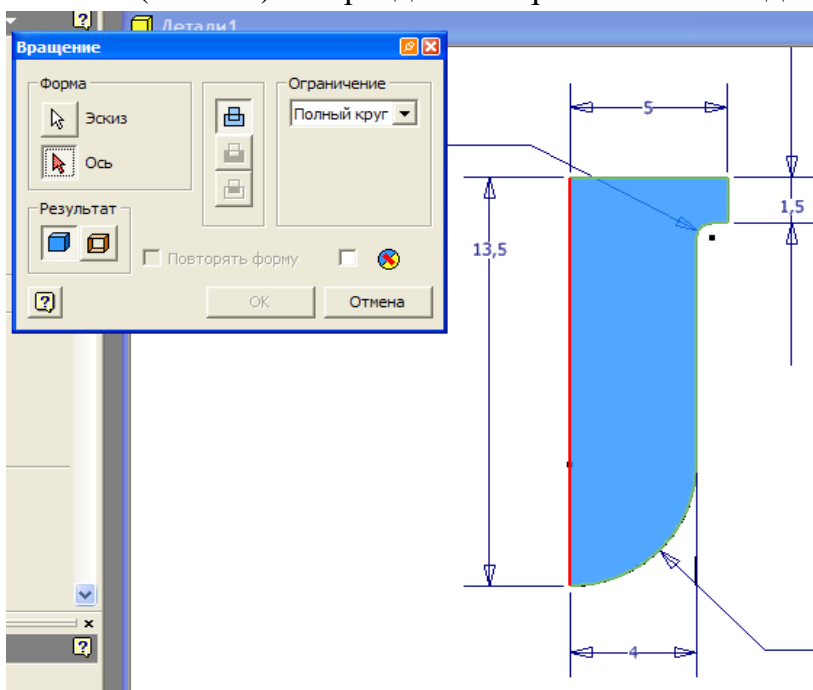

Рис.38
С помощью команды **Вращение** (Revolve) можно создавать цилиндрические детали и элементы. Сначала создадим эскиз заготовки тела вращения. Для этого используйте команду линия, рисунок 38. Обратите внимание на то, что контур должен быть замкнутым.
**таться красным светом (рисунок 38) - Ок.** Вращение можно осуществлять вокруг любых кромок, в том числе и не принадлежащих эскизу.